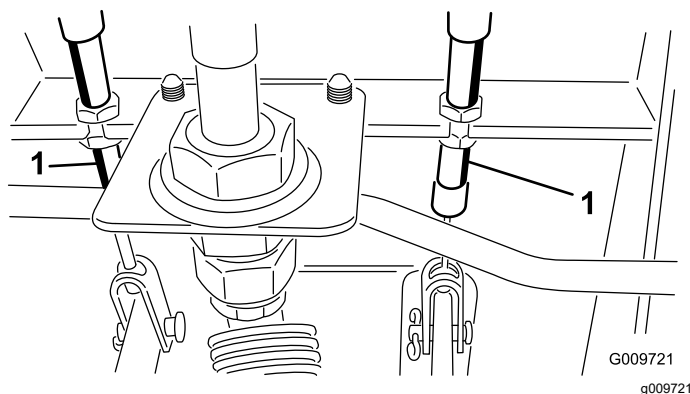

Figura 114
- A. Desaperte a porca dianteira na extremidade roscada do cabo do travão (Figura 114).